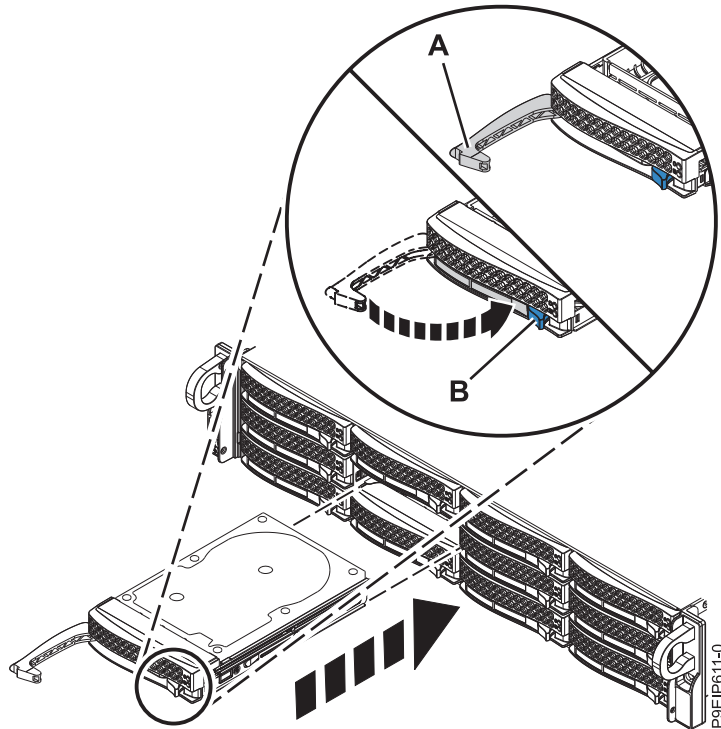

図 15. ディスク・ドライブのロックの詳細
7. **(B)** 位置にロックされるまでハンドル・リリースを押し込んで、ドライブ・ベイ・ハンドル **(A)** をロックします (18 ページの図 15 を参照)。